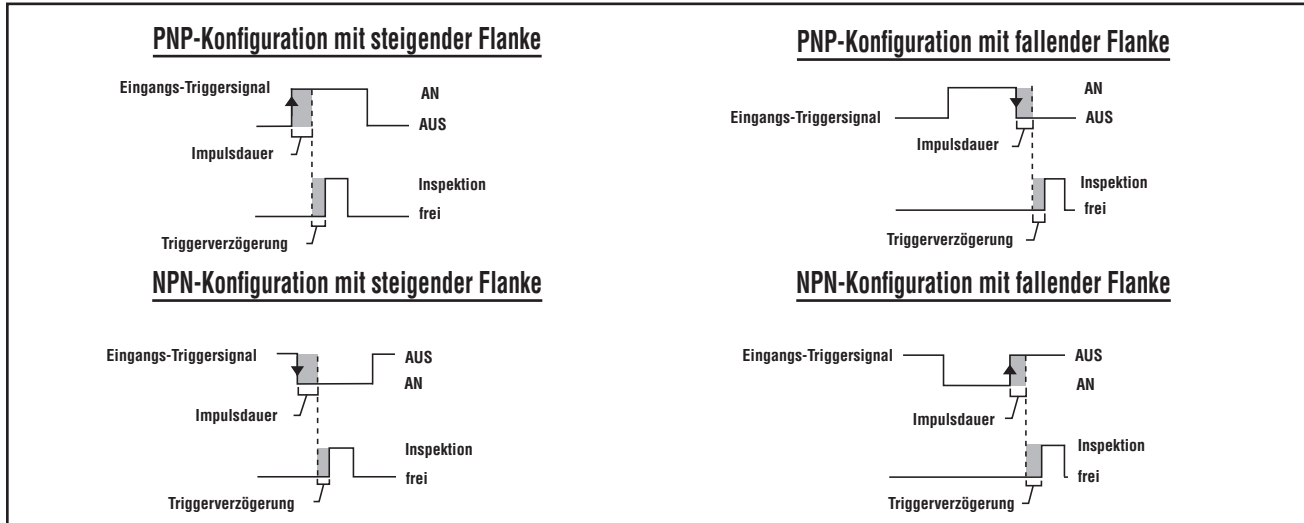

Abbildung 3-4. PNP- und NPN-Triggereingangssignale mit steigender und fallender Flanke
- Der Sensor kann so eingestellt werden, dass er entweder auf die vordere oder hintere Kante des Triggerimpulses reagiert (siehe Abbildung 3-4)